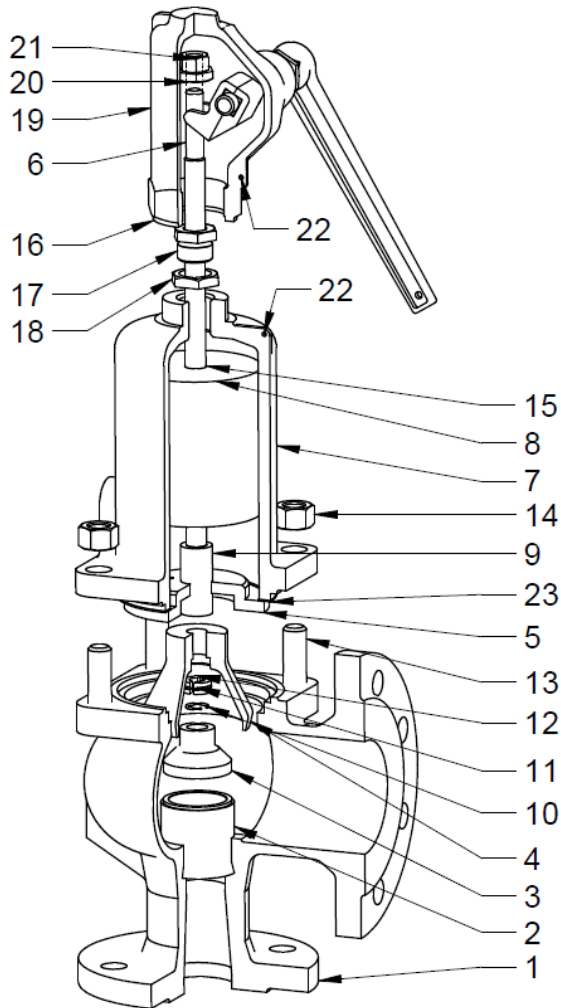

Abbildung 4
**Um die Dichtung auszutauschen, muss die Plombe (22) zwischen der Anlüftkappe und der Haube abgenommen werden, was den Verfall der Garantie zur Folge hat. Bei Garantieventilen müssen diese Tätigkeiten vom Hersteller oder einer von ihm benannten Person oder einer Institution mit entsprechenden Berechtigungen durchgeführt werden.**
1. Entfernen Sie die Plombe zwischen der Anlüftkappe-Baugruppe (19) und der Haube (7).
2. Heben Sie den Griff bis zum Anschlag in Richtung „Schließen“ (siehe Abbildung 4).
3. Schrauben Sie die Baugruppe der Anlüftkappe (19) ab.
4. Die Dichtung (16) gegen eine neue austauschen.
5. Die Baugruppe der Anlüftkappe (19) erneut festschrauben.
4. Lösen Sie die Kontermutter (18).
5. Schrauben Sie die Feststellschraube (17) heraus.
6. Die Muttern (14), mit denen die Haube (7) mit dem Gehäuse (1) verbunden ist, abdrehen. Bei isometrischen Doppelkopfschrauben (13) sind die Muttern (14) gleichmäßig abwechselnd zu lösen. Im Falle von Doppelkopfschrauben (13) mit zwei verschiedenen langen Gewinden sollen zuerst die Muttern (14) an den kürzeren Schraubenenden und anschließend an den längeren Schraubenenden gleichmäßig abwechselnd abgedreht werden.